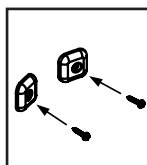

FIGURE 5
4. Prenez deux supports de poignée et deux vis de 1 po (2,5 cm). Placez les vis dans les orifices prévus à cette fin au centre de chaque support. **FIGURE 5.**